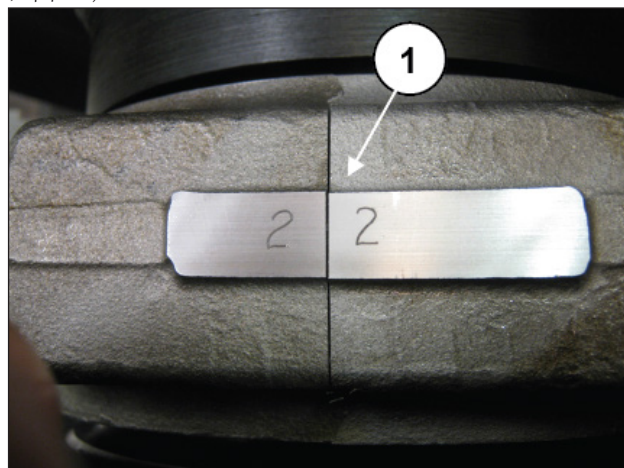

图 77
将连杆帽与半连杆分开：正确的联接由一侧的编号保证 (①，图 77)。